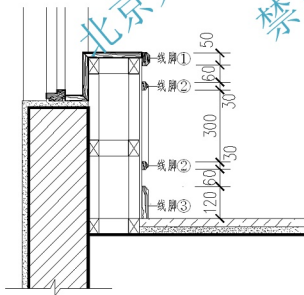

图 5.109 放置线脚
③ 将绘制好的线脚移至图 5.109 所示的位置，并绘制投影时看到的线脚②边框线。